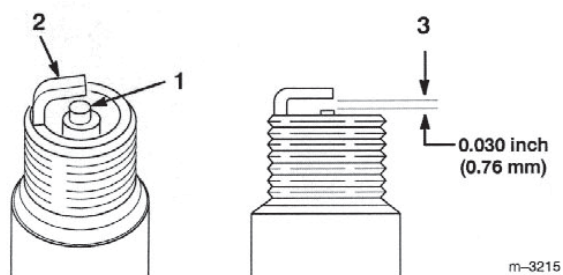

図49
1. 中央の電極部 (図49) を観察する。薄茶色や灰色になっていれば正常に燃焼している。碍子が黒くなっているのは不完全燃焼である (エアクリーナの汚れが原因であることが多い)。
2. プラグの電極間のエアギャップ (図49) を正しく調整する。調整は側面電極をまげて行う。